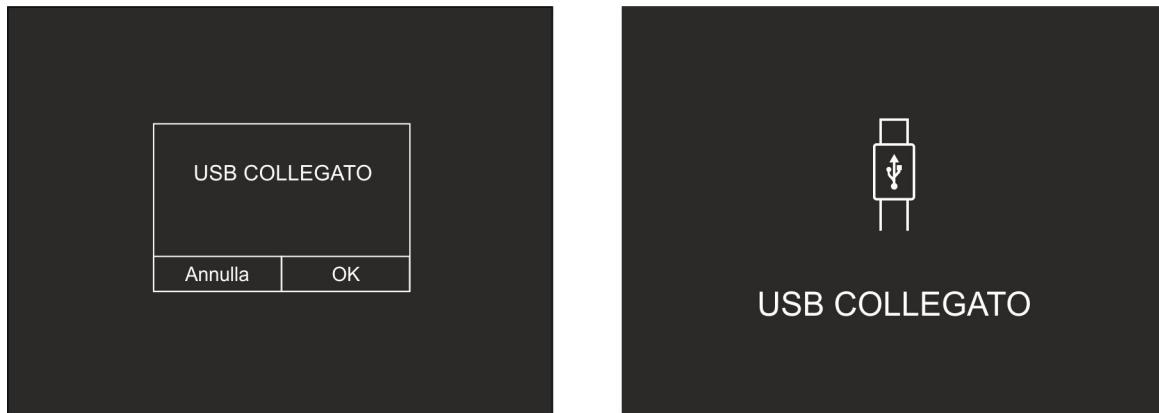

Fig. 12: Collegamento dello strumento al PC
3. Collegare lo strumento al PC con il cavo USB fornito in dotazione. La videata di Fig. 12 – parte sinistra è mostrata:
4. Confermare con "OK" per attivare il collegamento oppure toccare su "Annulla" per tornare al menu principale. La videata di Fig. 12 – parte destra è mostrata e lo strumento non accetterà alcun comando